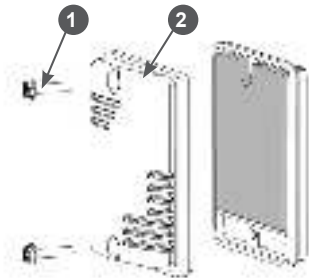

Рис. 12 Снятие крышки воздушного фильтра
- Открутите два болта 1 крепления и снимите крышку 2 воздушного фильтра (Рис. 12).